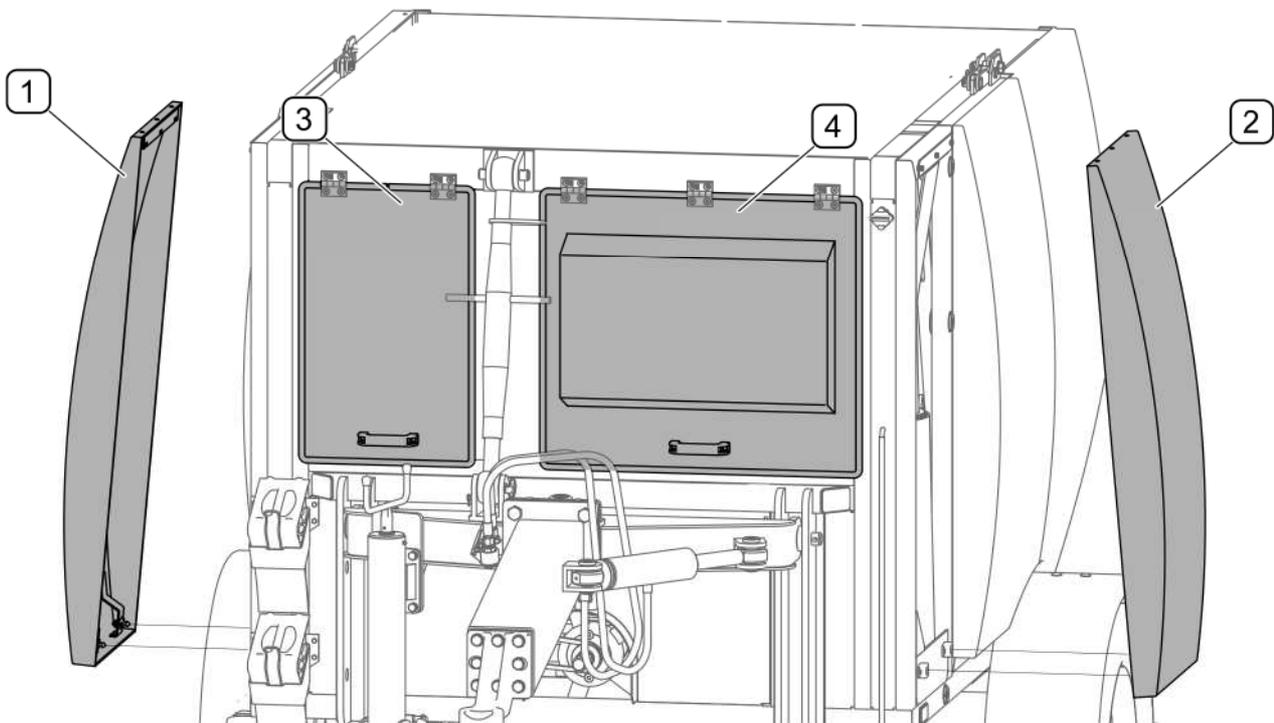

FIGURE 5.1 Capots mobiles
La balayeuse ZMC2.0 est équipée des capots mobiles (FIGURE 5.1) facilitant l'exploitation technique de la machine.
(1) - capot latéral droit; (2) - capot latéral gauche; (3) - capot frontal droit; (4) - capot frontal gauche
Les capots latéraux droit (1) et gauche (2) peuvent être enlevés pour la durée de l'entretien technique (FIGURE 5.1). Les capots frontaux (3) et (4) s'ouvrent vers le haut, leur position est maintenue par les ressorts à gaz.
Pour permettre l'ouverture et la fermeture du capot latéral droit (FIGURE 5.1) il convient de rabattre le palier pliable (FIGURE 5.33) (seulement dans les machines équipées des paliers latéraux pliables)
Pour mettre en place les capots latéraux (FIGURE 5.1) il convient: